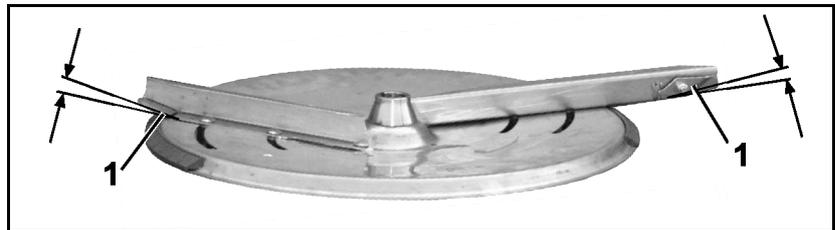

Fig. 48
3. Desloque as alhetas oscilantes (Fig. 48/1) das palhetas dispersoras para a posição pretendida, para a adubagem normal ou tardia.